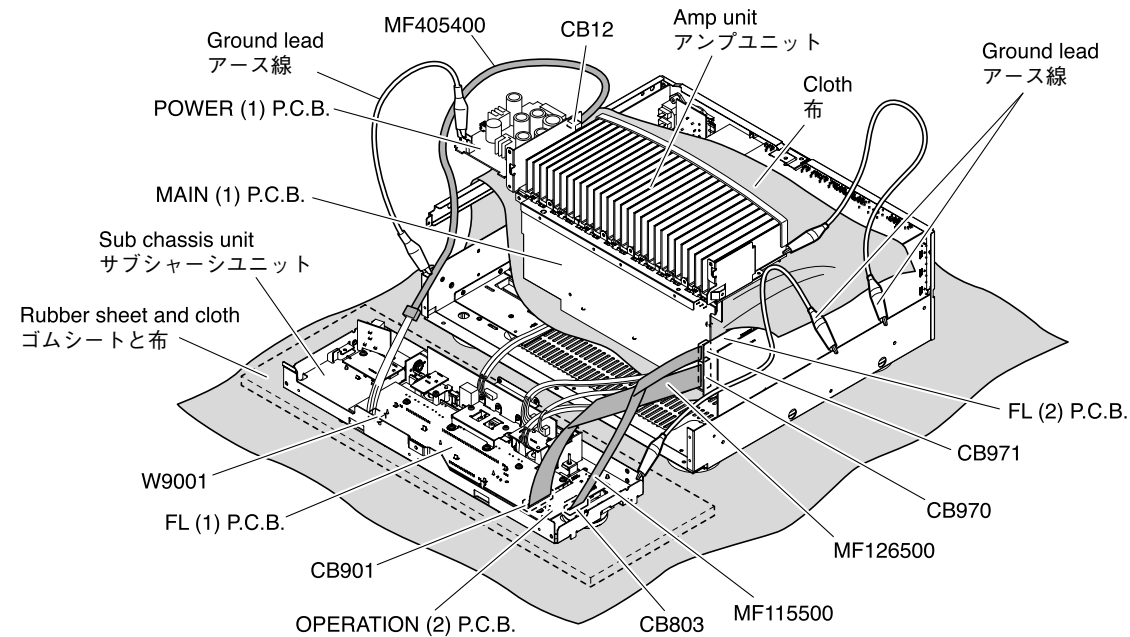

Fig. 11
- Place the sub chassis unit on top of the rubber sheet and cloth. (Fig. 11)
- Put the amp unit together with the heat sink upright and check. (Fig. 11)
- In main unit, the ground of sub chassis unit and amp unit is connected to the main unit. When this sub chassis unit and amp unit are removed from main unit, connect the ground to the main unit, using a ground lead or the like. (Fig. 11)
- サブシャーシユニットをゴムシートと布の上に置きます。(Fig. 11)
- アンプユニットはヒートシンクといっしょに立ててチェックします。(Fig. 11)
- 本機ではサブシャーシユニットおよびアンプユニットのアースが本機に接続されています。サブシャーシユニットおよびアンプユニットを本機より取り外した場合は、アース線等でアースを本機に接続してください。(Fig. 11)